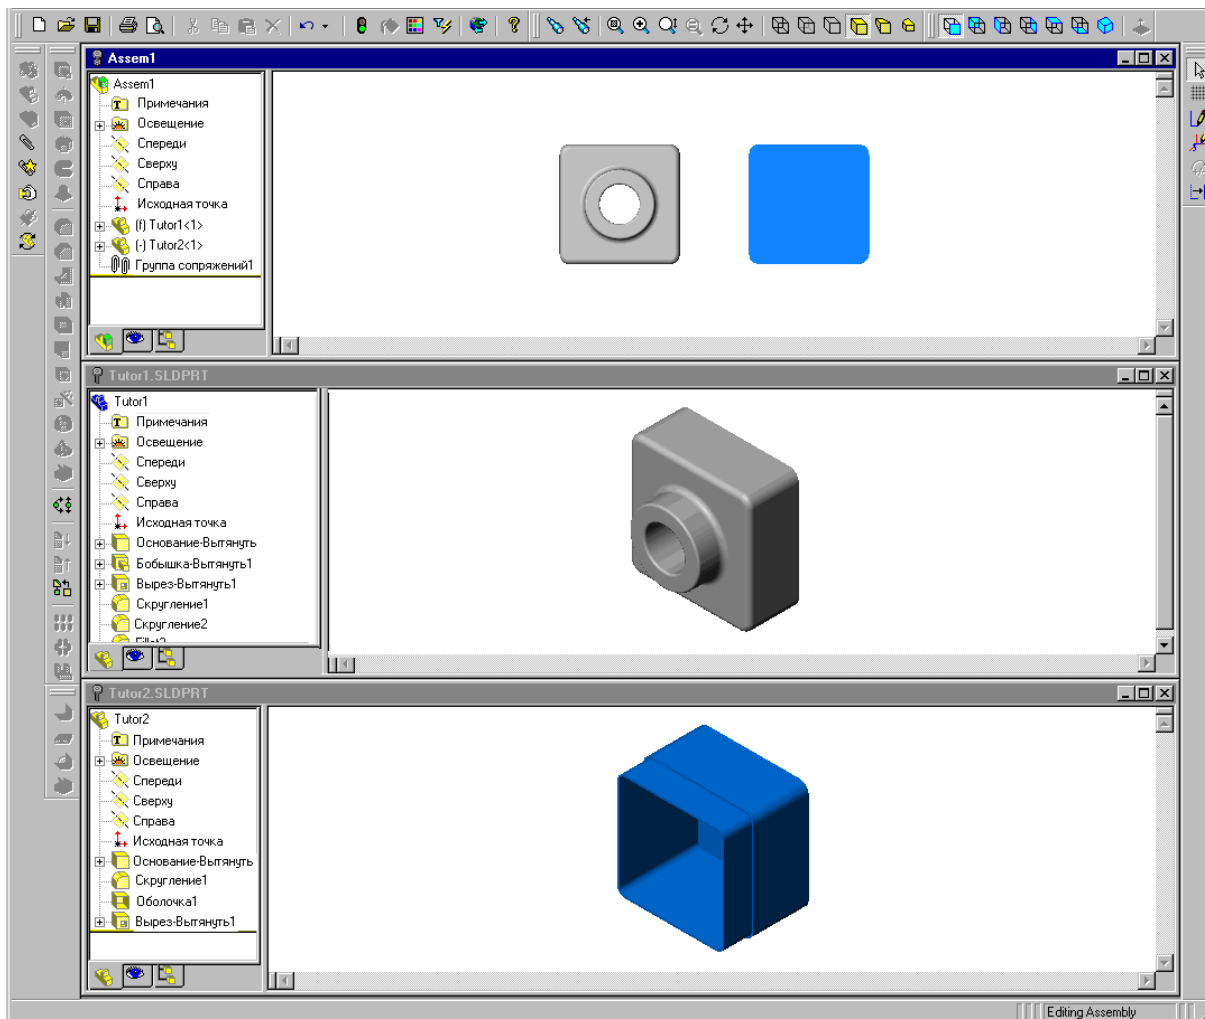

Рис. 25
5. Далі потрібно перетягнути значок **Деталь2** із **Деталь2.sldprt** в графічну область вікна зборки, помістивши його поруч з деталлю **Деталь1** (рис.25). Зверніть увагу на те, що при переміщенні покажчика в графічну область він прийме наступну форму .